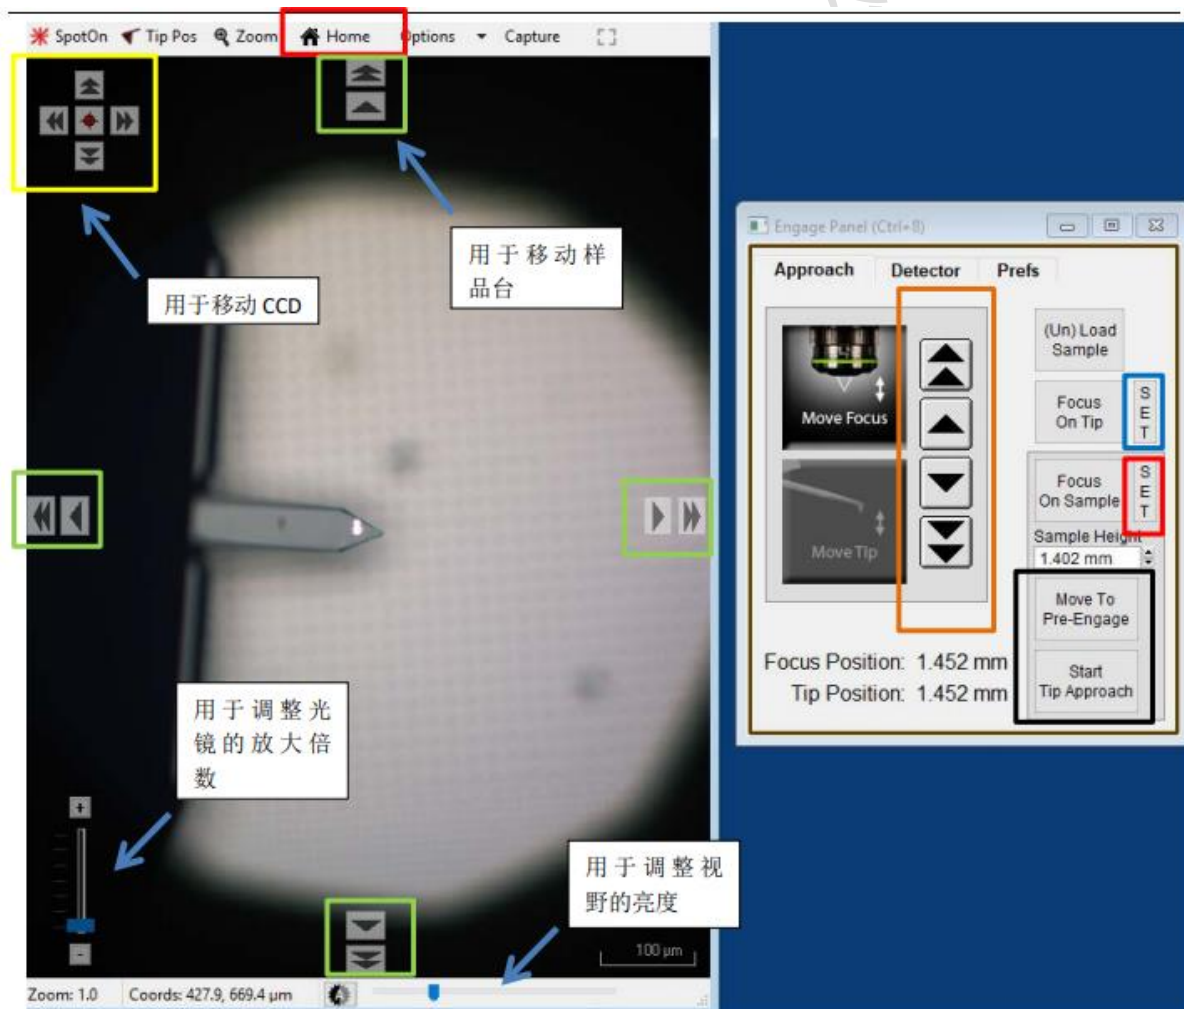

图 6-9
如图 6-9 所示，在“Video”窗口，利用上方的“Home”按钮和左上方标黄的 CCD 按钮寻找探针，点击 Home 键之后，注意观察 Video 窗口，应大致看到悬臂梁的轮廓，或者可以判断出悬臂梁位于当前视场的哪个方向。之后在“Engage Panel”窗口中，上下调节物镜焦距（**请注意！要选择“Move Focus”才能调节物镜**），单箭头为慢聚焦，双箭头为快聚焦。确定针尖聚焦面后，点击“Focus On Tip”旁边的“SET”：
(7) 点击图 6-9 中标黑的“Move To Pre-Engage”按钮，这会使探针位于样品表面 50 μm 的位置。观察激光光斑是否有偏移，如果有可以微调其位置。